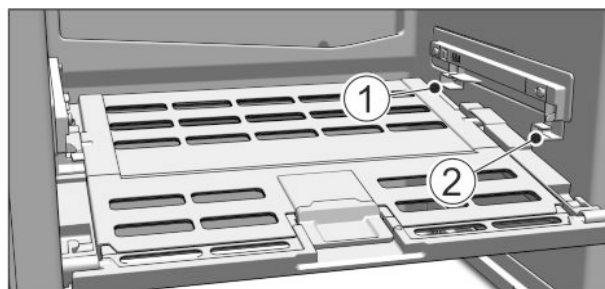

Fig. 50
- Вставляння кришки відділення Fruit & Vegetable-Safe: вставити поперечні ребра кришки знизу у задній тримач Fig. 50 (1) і зафіксувати спереду у тримачі Fig. 50 (2).